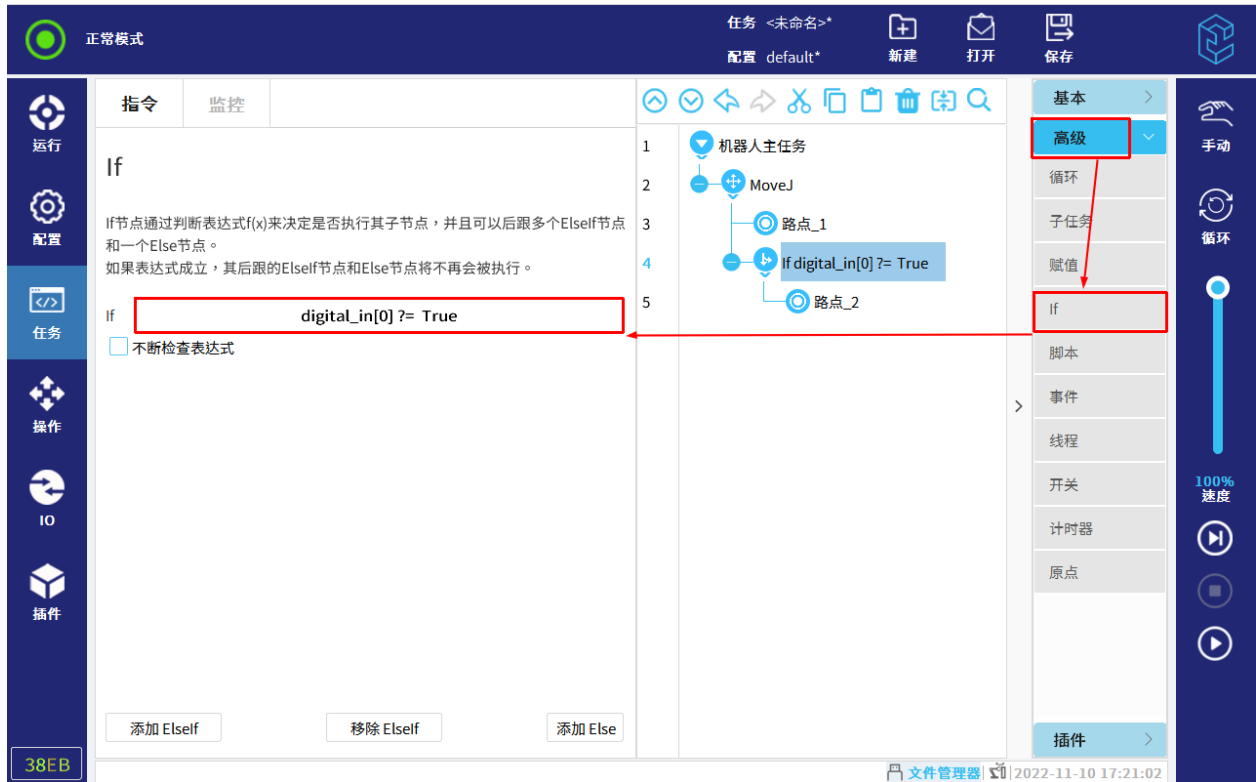

图 12-24 If
2. 点击任务树中的“If”，修改表达式，如图 12-24 所示。